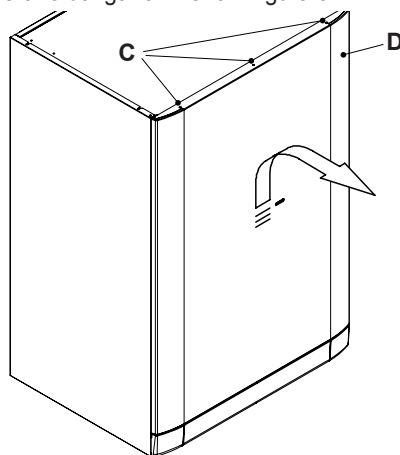

Figura 5.17
Togliere le viti (C) e rimuovere il pannello frontale (D) spostandolo verso l'alto in modo da liberarlo dai ganci inferiori Figura 5.17.